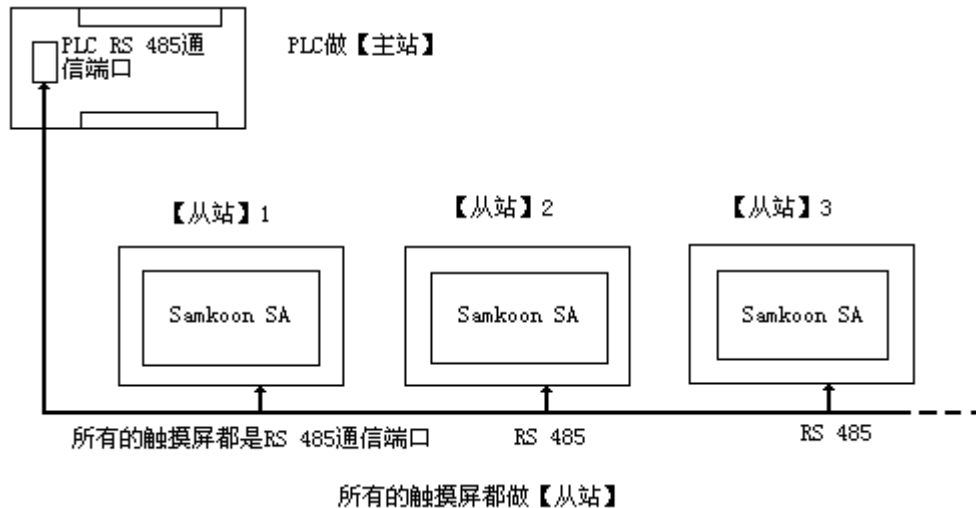

图 8-4 PLC(RS485)做【主站】的“一机多屏”连接示意图
2. 连接 PLC 的通信口为 RS 485，连接方式如下图 8-4 所示：